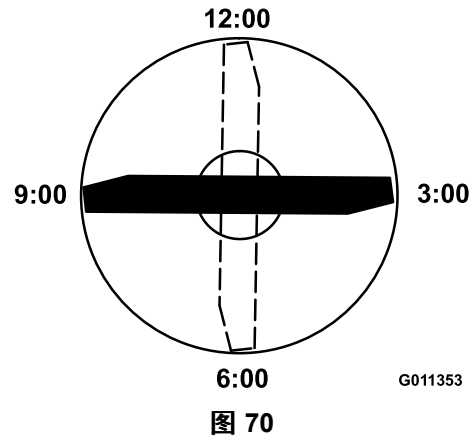

图 70
3. 将刀片带标记一端的刀刃放在 12 点钟位置剪草方向的正前方并测量从桌面到刀片刀刃的高度 图 70。
4. 将刀片的标记端旋转至 3 点钟和 9 点钟位置并测量高度 图 70。